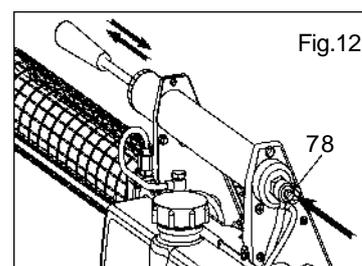
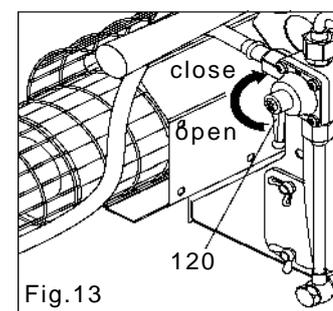

Fig.12
Fig.13
- 2) Press starter button (78) and hold while actuating the air pump to pressurize the fuel tank. Pump regularly and evenly till engine ignites with a low audible pulse note. At the first ignite, release starter button but pump another 1-2 strokes. The engine should run without more pumping. (Fig. 12)
- open the solution tap (120) by turning the lever pointing down, liquid will flow and fog will form.
- close the solution tap (120) to stop fogging. (Fig. 13)
- 2) Anlasser (78) drücken und bei gedrücktem Anlasser Luftpumpe betätigen, um den Kraftstoffbehälter mit Druck zu beaufschlagen. Gleichmäßig pumpen, bis der Motor mit einem niederfrequenten hörbaren Impuls zündet. Beim ersten Zünden den Anlasser loslassen, aber noch 1-2 Hübe pumpen. Nun sollte der Motor ohne weiteres Pumpen laufen (Abb. 12).
- Lösungshahn (120) durch Drehen des Hebels nach unten öffnen; die Flüssigkeit strömt und es bildet sich Nebel.
- Lösungshahn (120) schließen, um die Vernebelung zu beenden (Abb. 13).